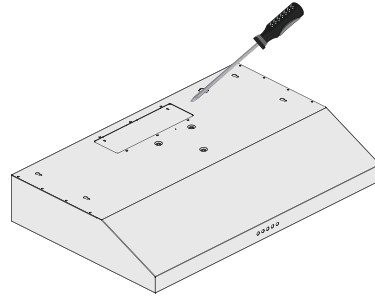

Figure 4
- Selon l'option de ventilation extérieure choisie (Voir Page 10), sortez le panneau d'acier soit sur le haut ou à l'arrière de la hotte. (Voir figure 4)